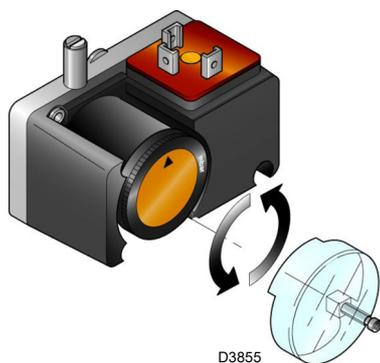

Abb. 34
- Regeln Sie den Minimal-Gasdruckwächter (Abb. 34 auf Seite 35) auf den Skalenanfang.
Die Einstellung des Minimal-Gasdruckwächters (Abb. 34) durchführen, nachdem alle anderen Einstellungen am Brenner vorgenommen wurden. Dabei muss der Druckwächter auf den Anfang der Skala gestellt sein. Bei Brenner auf maximaler Leistung den Einstellungsdruck erhöhen, indem der dafür vorgesehene Drehgriff langsam im Uhrzeigersinn bis zur Abschaltung des Brenners gedreht wird. Dann den Drehknopf gegen den Uhrzeigersinn um 0,2 kPa (2 mbar) zurückdrehen und den Brenner wieder anfahren, um zu überprüfen, ob dieser ordnungsgemäß arbeitet.